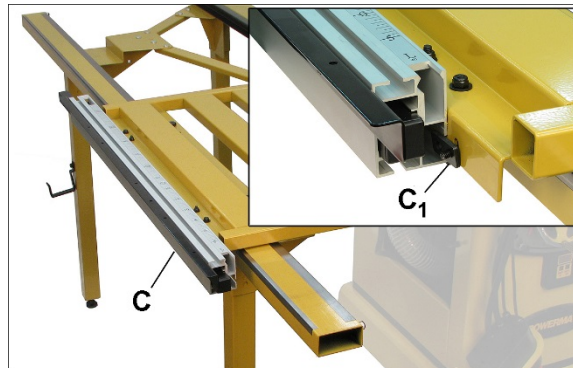

Рисунок 7-20
1. Установите направляющую настройки угла (C, рисунок 7-20) на две T-образные гайки (C₁).